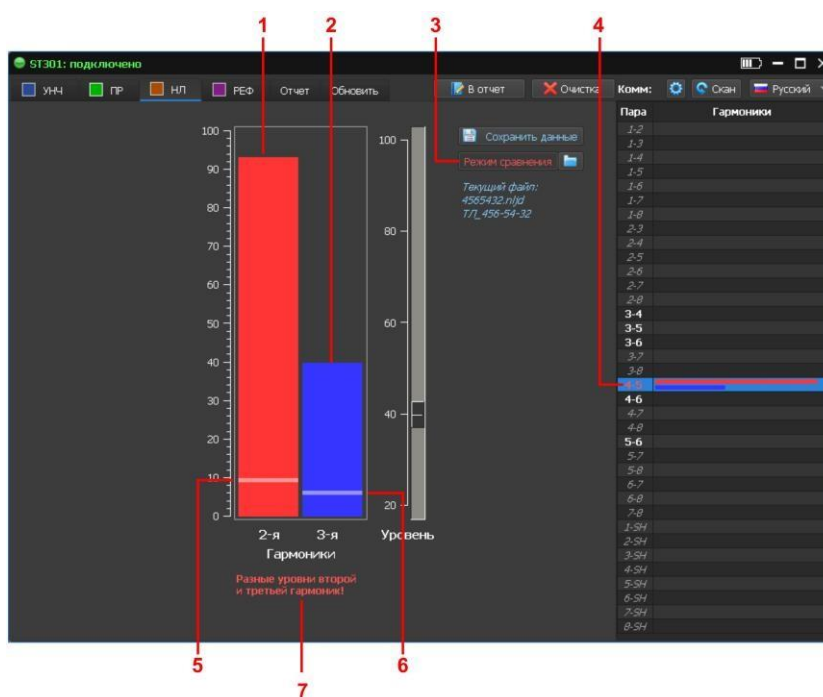

Рис.76
Цвет надписи на кнопке (рис.76, п.3) изменится с голубого на красный.
В таблице коммутатора номера пар проводов, в которых уровни откликов изменились (относительно сохраненных) подсвечиваются красным цветом (рис.76, п.4).
- сохраненные уровни 2 и 3 гармоники (рис.76, п.5 и п.6 соответственно);
- текущие уровни второй и третьей гармоник (рис.76, п.1 и п.2 соответственно).
Под индикатором отображается сообщение о характере несоответствия (рис.76, п.7).
На рис.76 показана ситуация, когда текущие уровни 2 и 3 гармоники на паре «4-5» существенно превышают ранее измеренные. Это может быть связано с появлением нелинейности при подключении к линии электронного устройства.